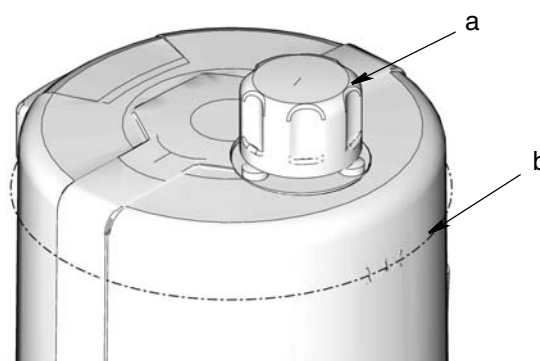

FIG. 25
- Ne pas trop remplir (FIG. 25).